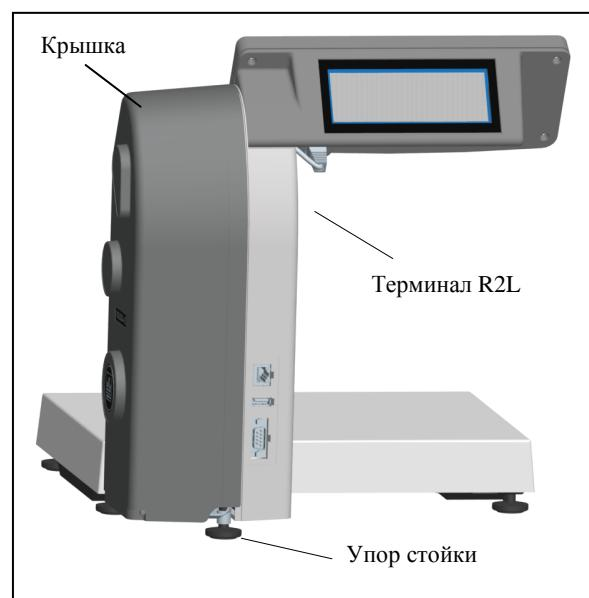

Рис. 3.3 - Весы MK\_RL10-1,
3.7 Ввернуть в основание модуля регулировочные опоры так, чтобы упор стойки (см. Рис. 3.3), служащий для повышения устойчивости весов, касался поверхности стола.